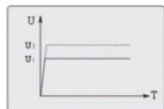

图5-6
5.5.6 点动启动时，软启动器的输出电压迅速增加至初始电压 U_1 并保持不变，改变 U_1 的设定值，可改变电动机点动时的输出转矩，该功能对试车或某些负载的定位非常方便，如图5-6。